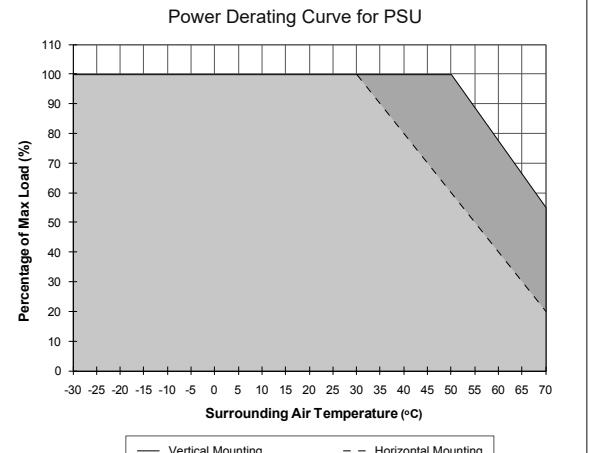

Figure 6
Betriebstemperaturbereich (Umgebungstemperatur)	Leistungsherabsetzung gemäß Abb. 6 -30°C bis +70°C
5.4. Temperaturverhalten (Abb. 6)